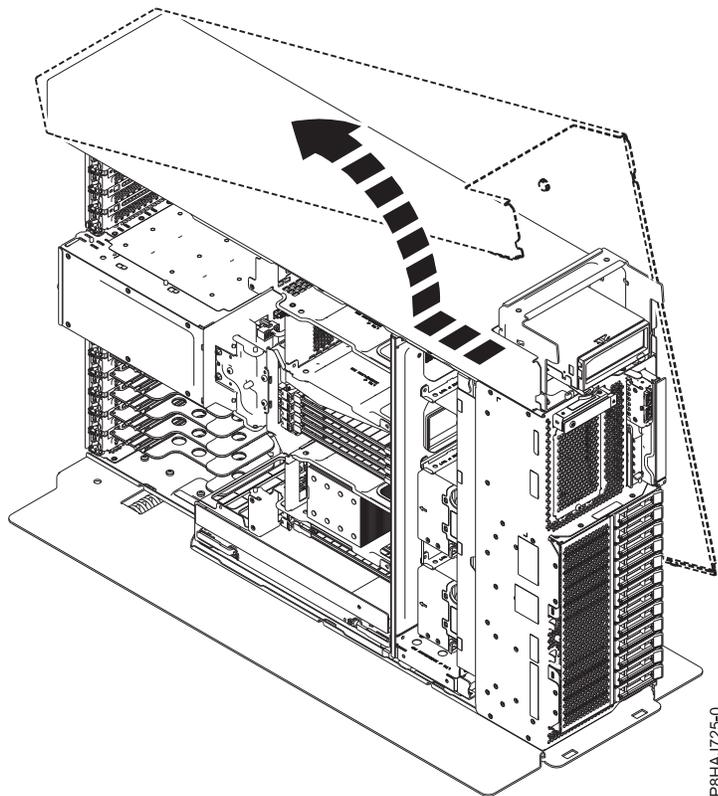

Abbildung 14. Seitenabdeckung bei einem eigenständigen System vom Typ 8286-41A ausbauen
5. Schieben Sie die Seitenabdeckung in der in Abb. 14 dargestellten Richtung vom System.